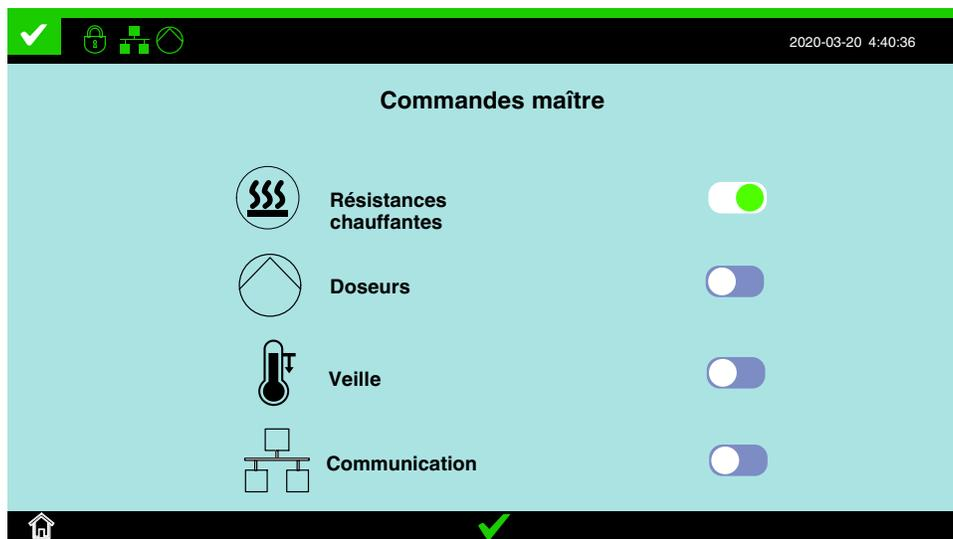

Figure 4-3 L'écran Commandes maître
1. Sur l'écran d'**accueil**, effleurer  pour accéder à l'écran des Commandes maître. Voir la Figure 4-3.